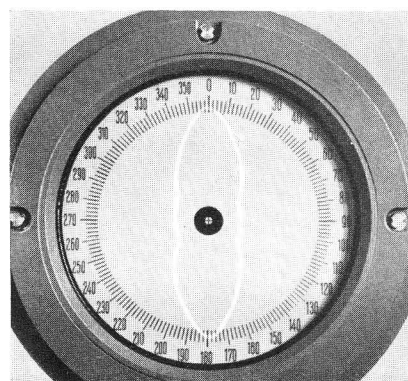

**Abb. 22: Peilkeule
68. Trifft nun eine Spannung auf den Peilvorsatz und damit auf den ZF-Verstärker, so nimmt der Anodenruhestrom ab, wodurch der Lichtfleck in Richtung zur Leuchtschirmmitte wandert. Da Ablenkvorrichtung und Goniometer synchron (mit etwa 11 U/sec.) rotieren, liegt der Leuchtpunkt beim Durchgang durch das Peilminimum am Rande des Leuchtschirmes, um sich bei Weiterdrehung des Goniometers entsprechend der zunehmenden Spannung am Ausgang des Peilvorsatzes in Richtung zur Schirmmitte zu verschieben. Es entsteht so eine zusammenhängende Leuchtfigur in Form einer Doppelkeule (Abb. 22), deren Spitzen in Richtung des Peilminimums zeigen.
69. Die beispielsweise in Abb. 22 wiedergegebene Peilkeule ist zweideutig, da die Peilung sowohl bei 0° wie bei 180° liegen kann. Man erhält die richtige Peilseite durch Einstellung des Peilseitenschalters auf die Stellung „Seite rot“ (rechter Anschlag). Bei einer vollständigen Umdrehung des Goniometerrotors würde man im Kopfhörer nur ein (allerdings meist stark getrübbtes) Minimum wahrnehmen; dementsprechend zeigt das Braunsche Rohr eine je nach der Phasenlage der Hilfsspannung mehr oder minder stark verzerrte Einfachkeule (Abb. 25 und 26). Die Richtung dieser Seitenkeule entspricht der richtigen Peilseite. (Der gepeilte Sender liegt bei der Abbildung 25 also beispielsweise in der Gegend von 0° .)